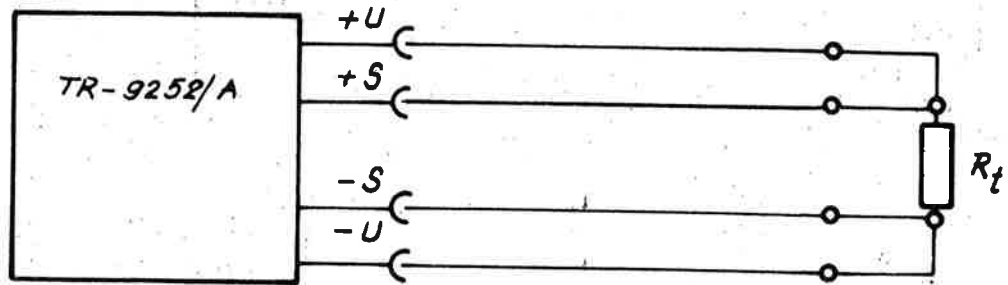

Fig. 2.
- Fig. 2. távérzékelés kapcsolása
11. Kapcsolóelem (D)
12. Elszívóelem (T)
A hálózati transzformátor (1) a hálózati feszültséget alakítja a megfelelő értékre és ezt az egyenirányító egység (2) egyenirányítja. Az egyenirányított feszültség negatív ága a negatív kimenetre ($-U$) csatlakozik. A pozitív ág az áteresztő tranzisztor (3) (T_s) kollektorára kapcsolódik. Az áteresztő tranzisztor (3) (T_s) emittora a figyelőellenálláson (4) (R_s) keresztül csatlakozik a pozitív kimenetre ($+U$). A figyelőellenálláson eső feszültség mérésével az M műszer a kimenőáramot mutatja. Az áteresztő tranzisztor (3) (T_s) bázisát a feszültségvisszacsatoló-erősítő (7) (A_u) vezérli. Üzemi állapotban a $+S$ és $+U$, ill. $-S$ és $-U$ kapsok össze vannak kötve. Mivel a feszültségvisszacsatoló-erősítő (7) (A_u) bemenetei között a maradék feszültség kb. 0 V, a kimeneti feszültség $U_{ki} = U_{ref} \frac{P_u}{r}$, vagyis P_u értékének lineáris függvénye. A feszültségvisszacsatoló-erősítő (7) (A_u) erősítése elég nagy, így a kimeneti feszültség a terheléstől igen kismértékben függ. A Fig. 2-ön ábrázolt módon lehetőség van arra, hogy a tápegység ne a kimeneten hozza létre a kis belső ellenállást, hanem kompenzálva a hozzávezetést, közvetlenül a terhelésen. Ilyenkor az áramvezető kábeleken kívül a két érzékelő húzalt ($+S$, $-S$) is közvetlenül a terhelésre kell kapcsolni a Fig. 2-ön látható módon.
Hátsó kivezetőkapcsok (Fig. 5–4.) használata esetén a Fig. 2. szerinti összeállításban a tápegység hatástalanítja a terheléshez vezető kábeleket ellenállását és közvetlenül a terhelés sarkain valósítja meg a minimális belső ellenállást. Ilyenkor a +S és +U, valamint –S és –U kapcsok közötti rövidrezáró lemezt ki kell venni.